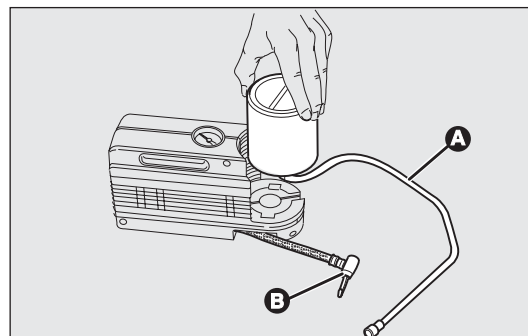

fig. 148
- débrancher le crabit B-fig. 148 ;